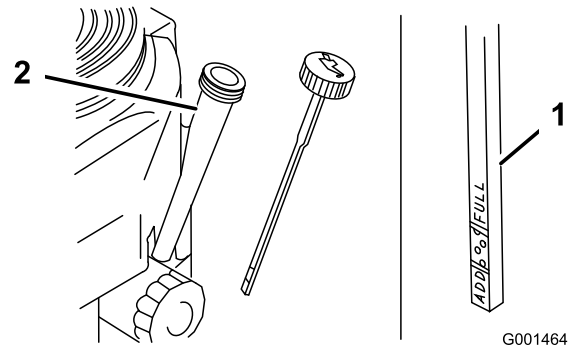

Figura 22
4. Limpie alrededor de la varilla de aceite (Figura 22) para impedir que caiga suciedad por el orificio de llenado y cause daños en el motor.
5. Desenrosque la varilla de aceite y limpie el extremo (Figura 22).
6. Deslice la varilla a fondo en el tubo de llenado, pero no la enrosque en el tubo (Figura 22).
- Vierta lentamente un 80% aproximadamente de la cantidad especificada de aceite por el tubo de llenado (Figura 22).